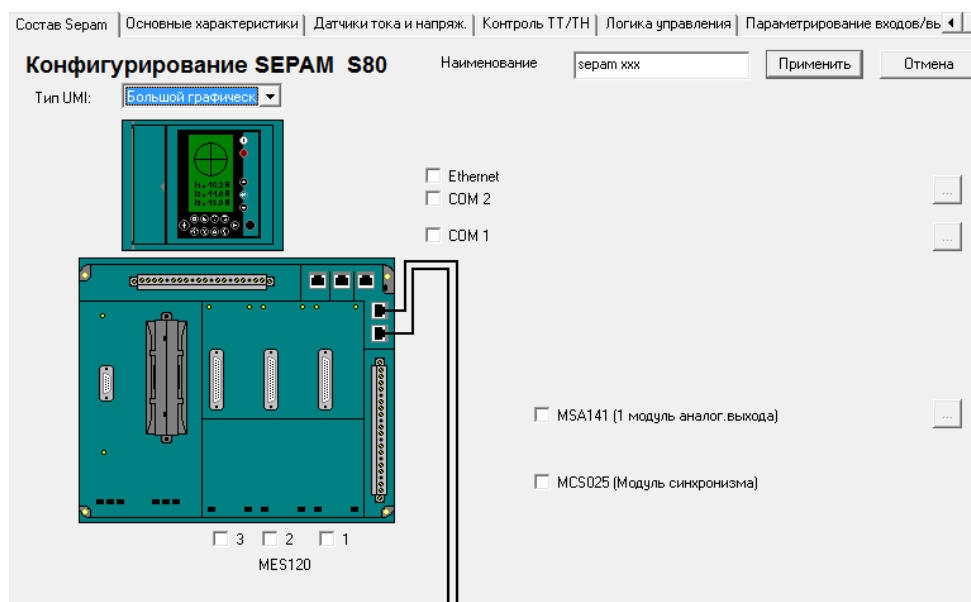

Рис. 5.17. Окно конфигурирования
1. Конфигурирование SEPAM (рис. 5.17).